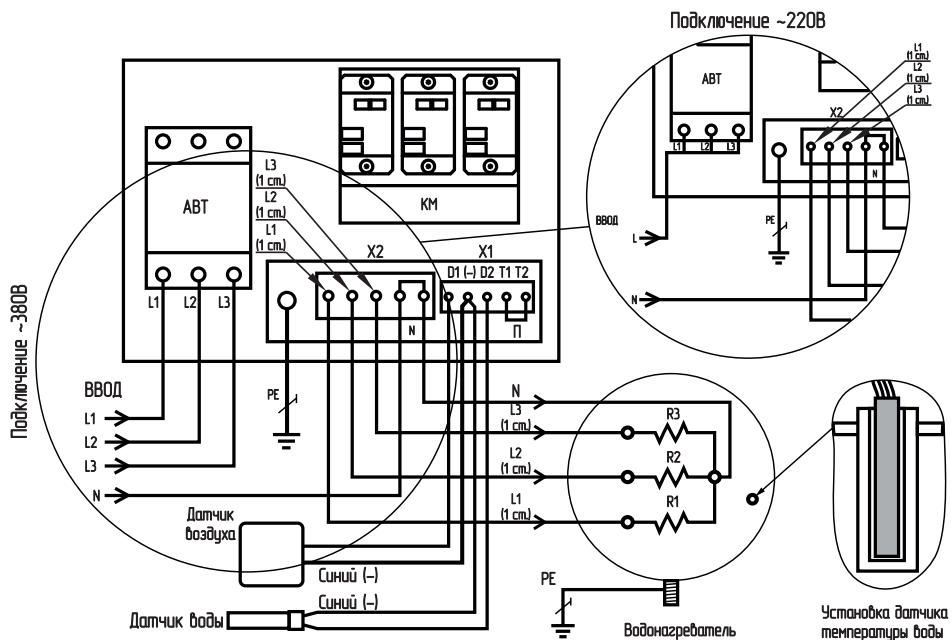
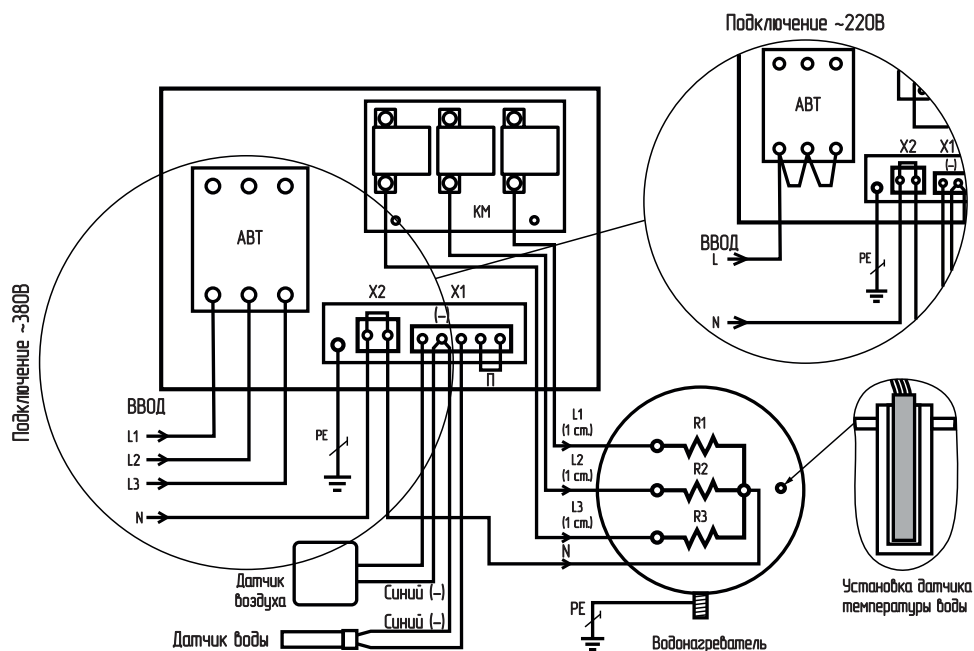
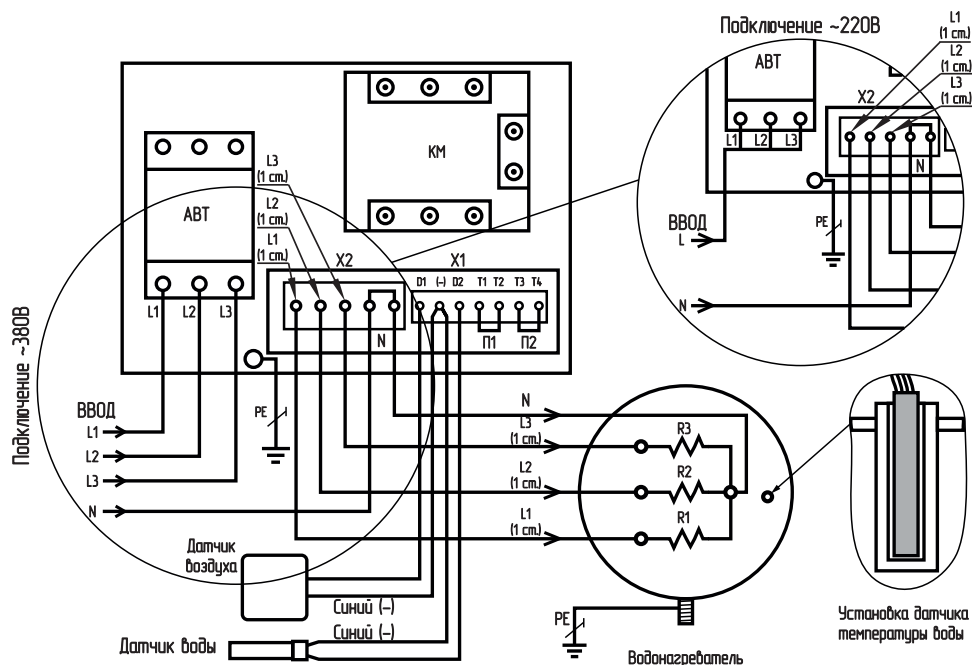

Рис.1 Схема подключения ПУ ЭВТ мощностью до 9 кВт
Рис.2 Схема подключения ПУ ЭВТ мощностью до 15 кВт
Рис.3 Схема подключения ПУ SSR мощностью до 9 кВт и до 15 кВт
- Эксплуатация панели управления должна осуществляться только при условии ее подключения в соответствии со схемой подключений (**Рис.1; Рис.2; Рис.3**);
9. Подключите панель к питающей сети кабелем соответствующего сечения, исходя из номинальной мощности котла или ТЭНБ, согласно схеме подключений (**Рис.1; Рис.2; Рис.3**) настоящего паспорта и инструкции по эксплуатации.
10. При подключении панели управления к однофазной сети переменного тока соедините вместе клеммы L1, L2, L3 вводного автомата и подключите их к фазному проводу питающей сети. Нулевой провод питающей сети подключается согласно схеме (**Рис.1; Рис.2; Рис.3**).
- Поместите в него датчик до упора, предварительно смазав термопастой (**Рис.1; Рис.2; Рис.3**);
- Подключите датчики к монтажной колодке X1 в соответствии со схемой (**Рис.1; Рис.2; Рис.3**), обращая особое внимание на полярность датчиков. Провода датчиков синего цвета, помеченные знаком (-) подключаются на клемму колодки X1, помеченную знаком (-) (**Рис.1; Рис.2; Рис.3**). Датчики подключаются медными проводами сечением 0,5-0,75 мм² необходимой длины. При длине провода более 10 метров желательно использовать провода, свитые в пары (не более 50 метров);
12. Подключите панель к котлу или твердотопливному котлу с установленным ТЭНБ, согласно схеме подключений (**Рис.1; Рис.2; Рис.3**) кабелем соответствующего сечения, исходя из номинальной мощности котла или комплекта ТЭНБ;
13. Выполните заземление (защитное зануление) корпуса панели, в соответствии со схемой подключений (**Рис.1; Рис.2; Рис.3**).
- Нулевой рабочий провод сети (N) должен подсоединяться к колодке X2 «НЕЙТРАЛЬ» внутри панели и к общему проводу ТЭН котла или ТЭНБ;
- Подключить внешний термостат к монтажной колодке X1 вместо перемычки (П) **Рис.1; Рис.2** или (П1) **Рис.3** для ПУ ЭВТ SSR до 9 и до 15 кВт.
Внимание! В случае отсутствия перемычки (П или П1 для ПУ ЭВТ SSR до 9 и до 15 кВт) или срабатывания внешнего термостата, подключенного вместо перемычки к колодке X1 (**Рис.1; Рис.2; Рис.3**) устройство будет отключено.
- Подключить датчик перегрева теплоносителя к монтажной колодке X1 вместо перемычки (П2) **Рис.3**.
Внимание! В случае отсутствия перемычки (П2) или срабатывания датчика перегрева теплоносителя, подключенного вместо перемычки к колодке X1 (**Рис.3**) устройство будет отключено.